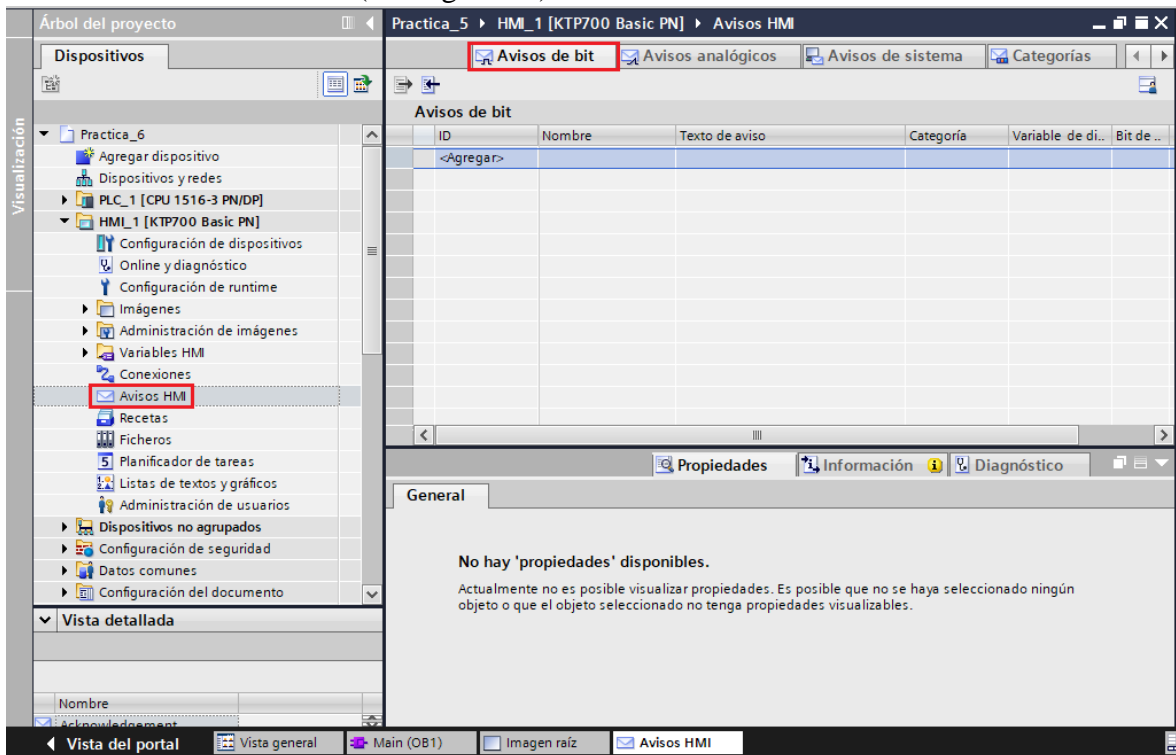

Figura 74. Ventana Avisos HMI.
(2) Agregar avisos según la definición VIKNAMUR
- Para agregar los avisos en el HMI, debe dirigirse a “HMI_1[KTP700 Basic PN]” / “Avisos HMI” / “Avisos de bit” (ver Figura 74).